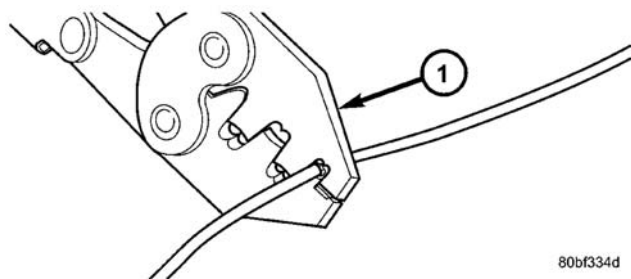

图 15 压接工具
- (4) 用压接工具 Miller p/n 05019912AA 将接头夹和电线压接在一起（图 15）。